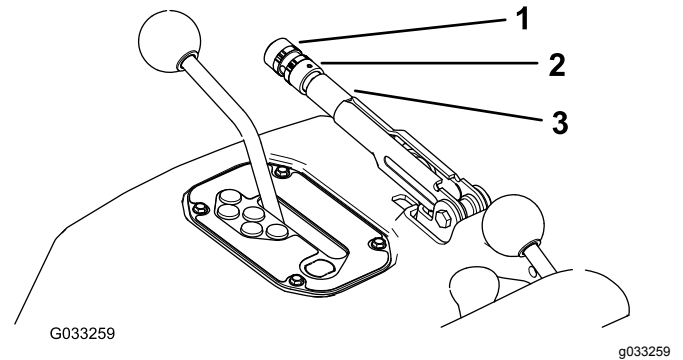

Figura 75
2. Afloje el tornillo de fijación que sujeta el pomo a la palanca del freno de estacionamiento (Figura 75).
3. Gire el pomo (Figura 75) hasta que se requiera una fuerza de 20–22 kg para accionar la palanca.
4. Apriete el tornillo de fijación cuando termine (Figura 75).